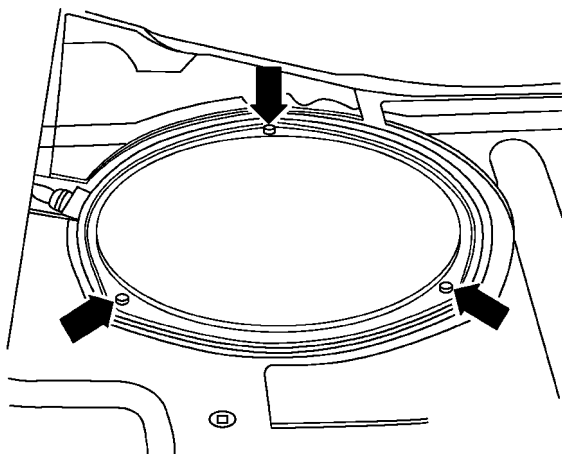

图 1-4-1 拆下密封法兰盖板
(1) 取出行李箱地板饰板。拆下密封法兰盖板,如图 1-4-1 所示。